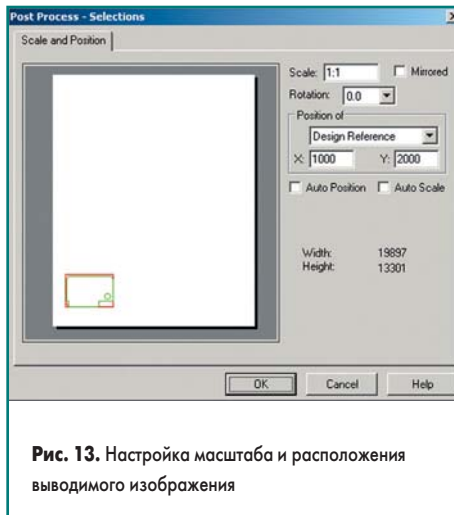

Рис. 13. Настройка масштаба и расположения выводимого изображения
21. Убедимся, что все настройки сделаны, как показано на рис. 13, и нажмем кнопку OK. Нам остается сохранить сделанные настройки.